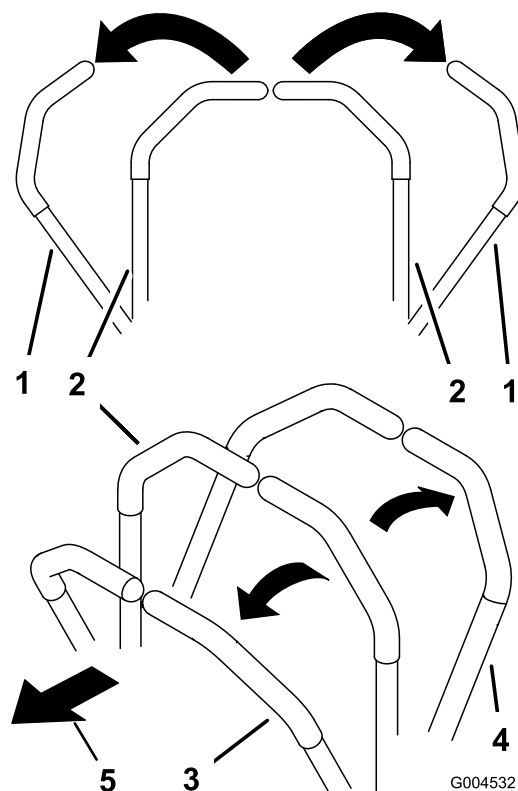

Figure 17
1. Amenez les leviers de commande de déplacement (Figure 17) en position de **VERROUILLAGE AU POINT MORT**.
3. Pour vous déplacer en marche avant, poussez lentement les leviers de commande de déplacement vers l'avant (Figure 17).
Pour vous déplacer en ligne droite, appliquez une pression égale sur les deux leviers de déplacement (Figure 17).
Pour tourner, rapprochez du point mort le levier de commande correspondant à la direction que vous voulez prendre (Figure 17).
2. Pour vous déplacer en marche arrière, tirez lentement les leviers en arrière (Figure 17).
Pour tourner, relâchez le levier de commande correspondant à la direction que vous voulez prendre (Figure 17).